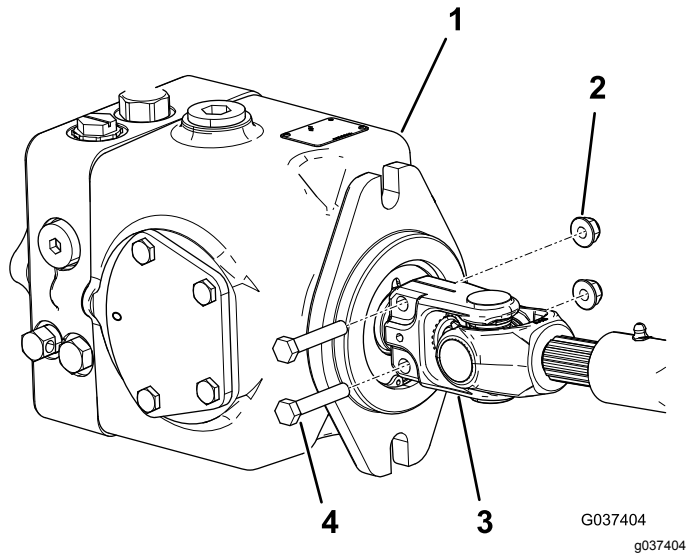

Bild 2
4. Lösen Sie die beiden Bundmuttern und Schrauben, mit denen das kurze Ende der eingebauten Antriebswelle an der Hydraulikpumpe befestigt ist (Bild 2).
13. Setzen Sie die vorhandenen Schrauben und Bundmuttern in die Bohrungen des kurzen Endes der Antriebswelle ein (Bild 2).
14. Setzen Sie nun das kurze Ende der Antriebswelle an die Hydraulikpumpe an und ziehen Sie die Bundmuttern fest (Bild 2).